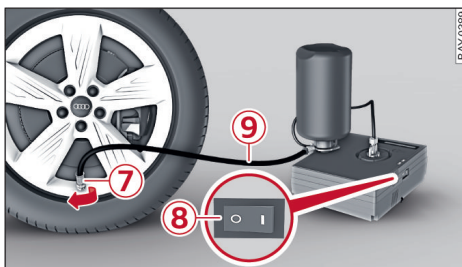

图 130 轮胎修理包接口
- ▶ 将插头 ③ 和压力软管 ④ 从外壳下边取下。
- ▶ 将压力软管 ④ 的一端顺时针方向向电动气泵的接口 ⑤ 中旋入到底1)。把另一端拧到密封胶罐 ① 的法兰 ⑥ 上。
- ▶ 把密封胶罐凸缘向下插入电动气泵的开槽 ②。
- ▶ 把充气软管 ⑨ 拧到气门 ⑦ ⇒ 图 130 上。
- ▶ 将电动充气泵上的开关 ⑧ ⇒ 图 130 置于位置 I。